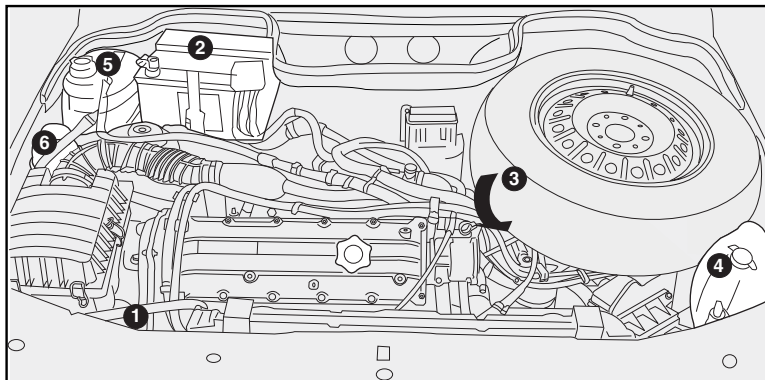

fig. 3
Uno/Fiorino 1.7 Turbo Diesel (TD) - fig. 3